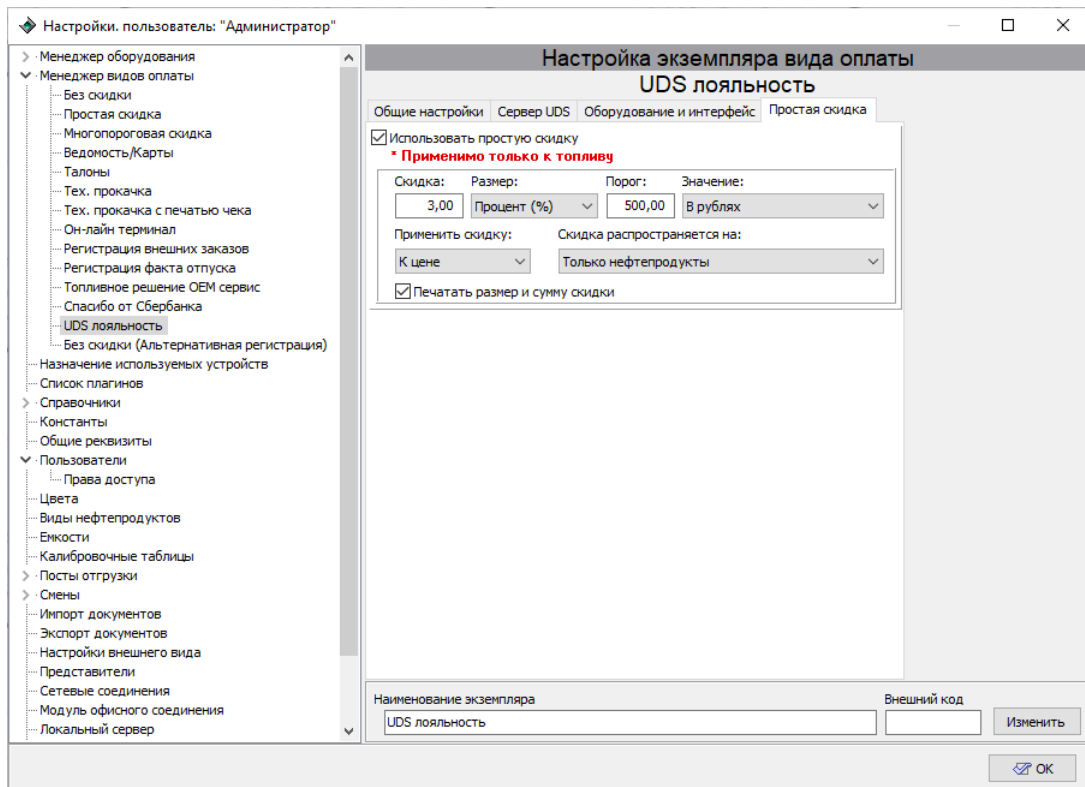

Рисунок 62. Настройка шаблона вида оплаты "UDS лояльность", вкладка "Простая скидка".
4. В разделе **"Простая скидка"** можно указать дополнительную скидку при использовании данного вида оплаты (рисунок 62);